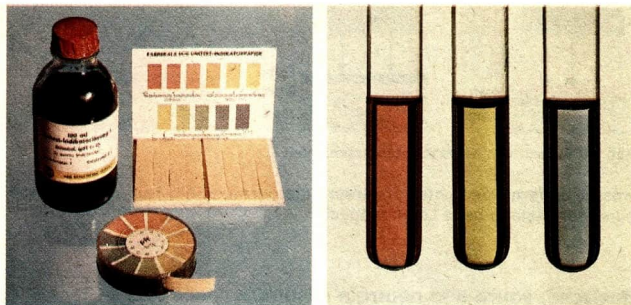

Abb. 26 Universalindikator
**Kennzeichnung saurer, neutraler und basischer Lösungen.** Saure, basische und neutrale Lösungen werden meist mit **Unitestlösung** oder **Unitestpapier** ermittelt (Abb. 26). Mit diesem Indikator ist eine genauere Kennzeichnung saurer, basischer und neutraler Lösungen möglich.